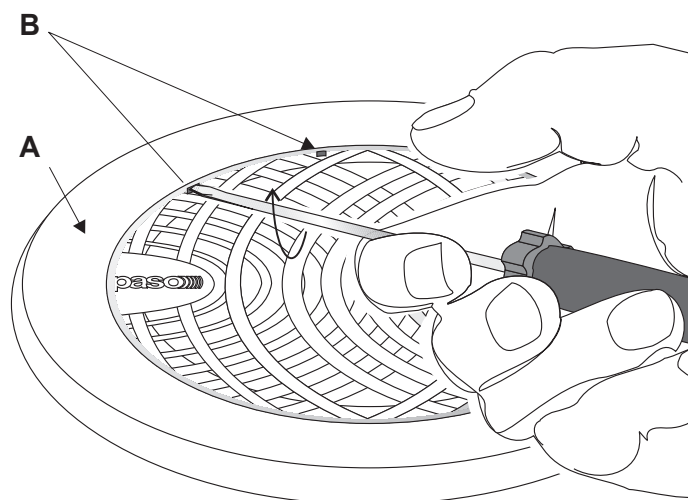

Fig. 1
1. Rimuovere l'anello di copertura (A) dal corpo della plafoniera facendo delicatamente leva con un piccolo giravite a lama piatta nei forellini (B) (fig.1).
1. Remove the outer ring (A) from the body of the ceiling speaker by levering it off gently with a small flat-bladed screwdriver inserted into the holes (B) (Fig. 1).